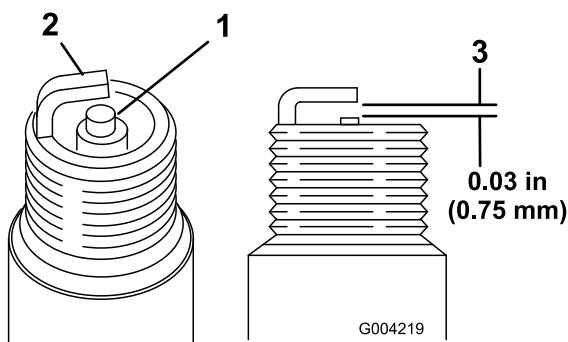

Figura 39
- Controllate la parte centrale di entrambe le candele (Figura 39). Se l'isolatore è di color marrone chiaro o grigio, il motore funziona correttamente. Una patina nera sull'isolatore significa in genere che il filtro dell'aria è sporco.
2. Controllate la distanza tra gli elettrodi centrale e laterale (Figura 39).
3. Piegate l'elettrodo laterale (Figura 39) se la distanza non è corretta.